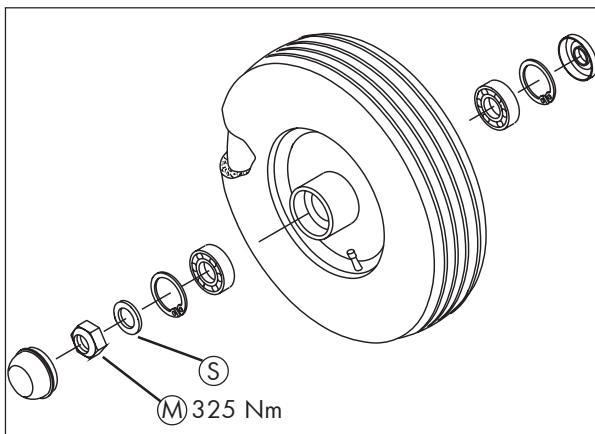

Bild 3-2
Die Räder für das Hauptfahrwerk auf die Achsstummel aufstecken. Anschließend das Rad mit der Scheibe (S) Ø 21 mm und der Mutter (M) M20 auf dem Achsstummel festschrauben und die Nabenkappe auf die Felge aufschlagen (Bild 3-2). Verwenden Sie hierfür den Inhalt des Beutels D.